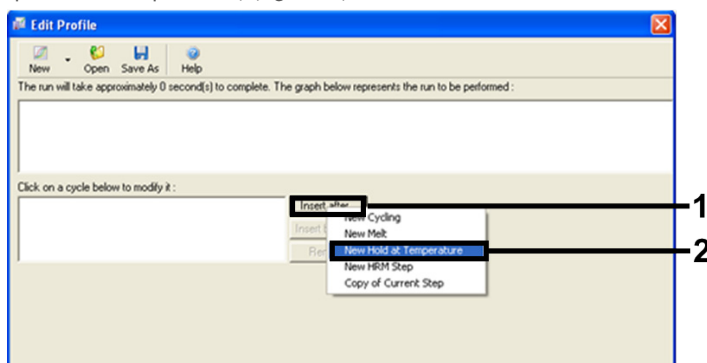

Figure 4. Insertion d'une étape d'incubation initiale.
6. Cliquer sur Insert after (Insérer après) puis sélectionner New Hold at Temperature (Nouveau palier de température) (figure 4).